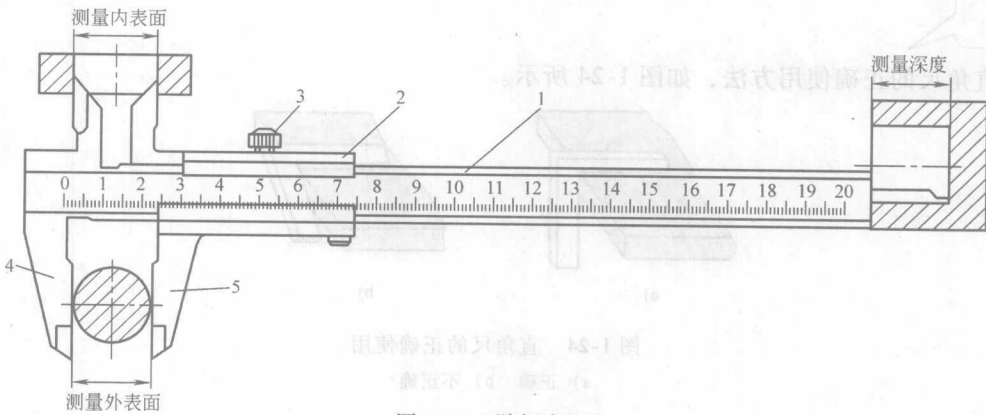

图 1-27 游标卡尺
(4) 游标卡尺 是一种用于测量零件的长度、外径、内径和深度,具有中等测量精度,应用非常广泛的量具,如图 1-27 所示。